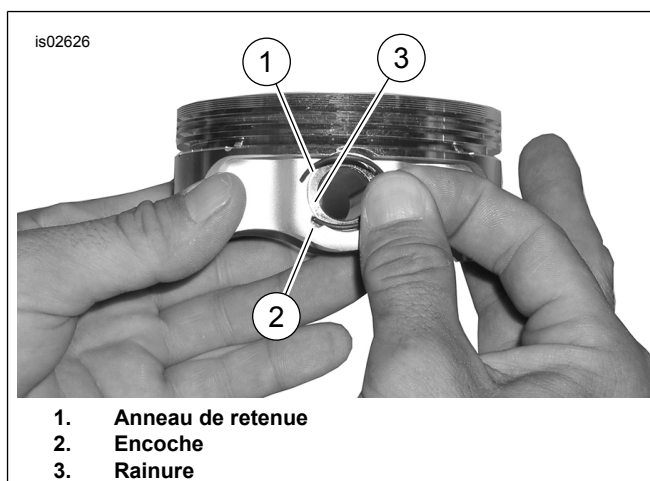

Figure 2. Circlip et piston (piston générique représenté)
- Voir Figure 2 . Insérer l'extrémité ouverte du circlip (1) dans l'encoche (3) sur la gorge (2) et tourner de manière à ce que l'ouverture du circlip soit à la position 12 h 00 ou 6 h 00 une fois installé.